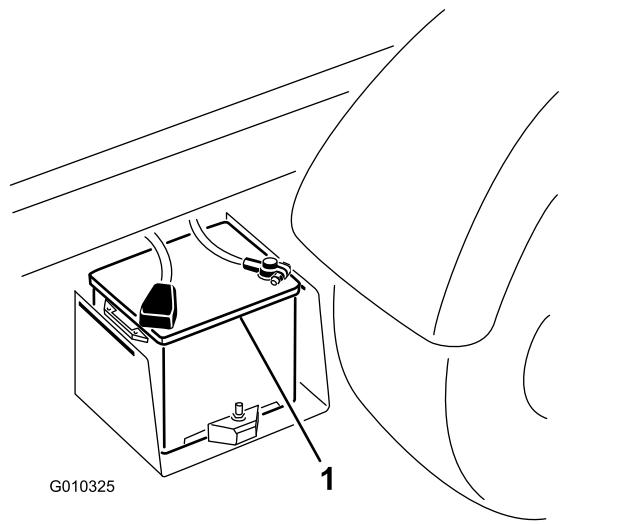

図 51
2. 2台のバッテリーのプラス端子同士をブースターケーブルでつなぐ図 51。